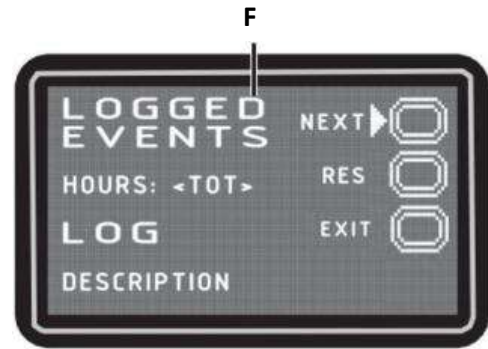

Abb. 8
**Bildschirm Alarm-Protokoll (F, Abb. 8)**